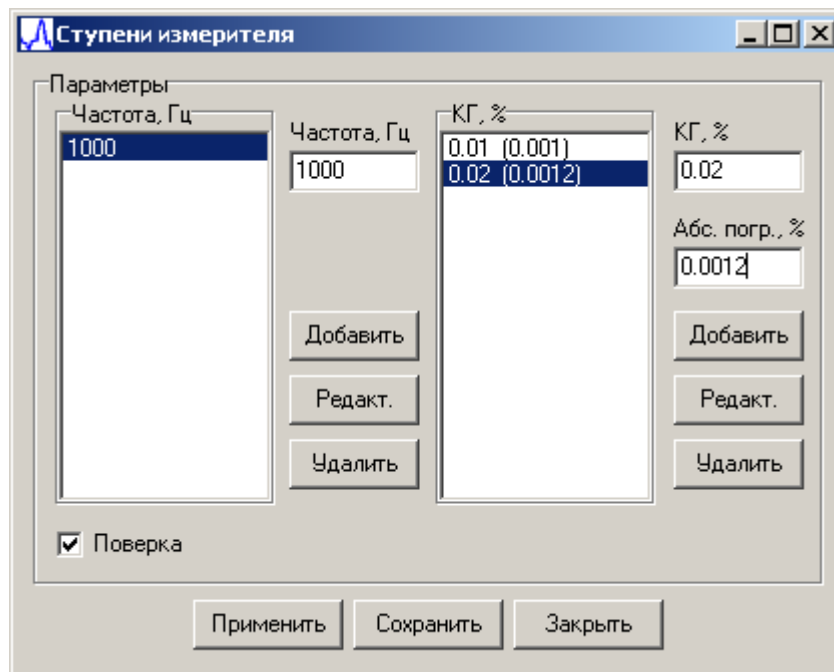

Рисунок 41. Добавление значений допускаемой абсолютной погрешности воспроизведения Кг
6.5.2.5 В случае установленного флажка «Поверка» следует также указать в поле ввода «Абс. погр.,%» соответствующие значения допускаемой абсолютной погрешности воспроизведения Кг поверяемым прибором, которые отобразятся в поле «КГ,%» в скобках (см. рисунок 41).